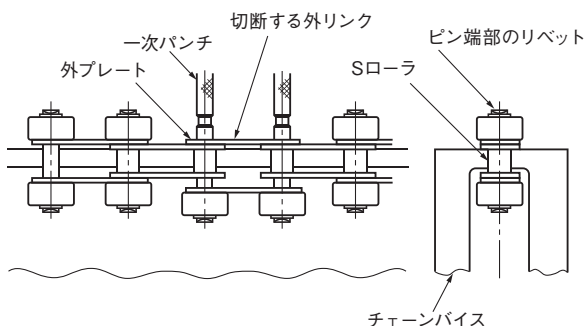

図12. Sローラ形の受け方
- 2) チェーンバイス（58頁参照）にチェーンを図12のようにセットし、ピン端部のリベット（片側の2カ所）をハンドグラインダなどで削り落とします。グラインダ作業では、オーバーヒートに気を付けてください。